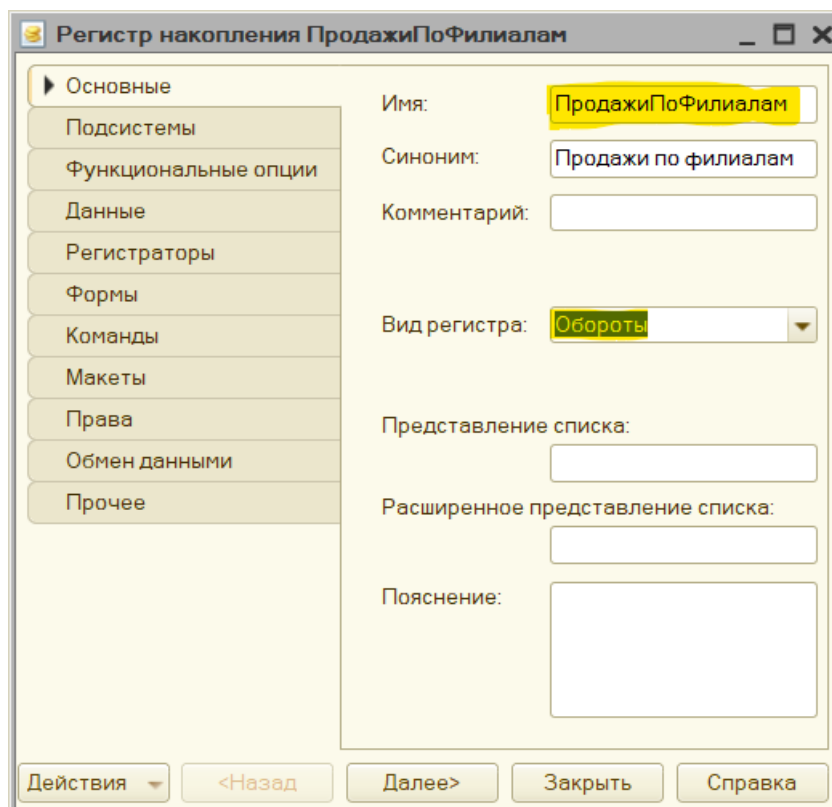

Рис. 3.40. Вкладка Основные окна редактирования регистра ПродажиПоФилиалам
2. На вкладке Основные в окне редактирования объекта конфигурации необходимо задать начальную информацию, определяющую имя и вид регистра. Здесь укажем вид данного регистра — Обороты (рис. 3.40).